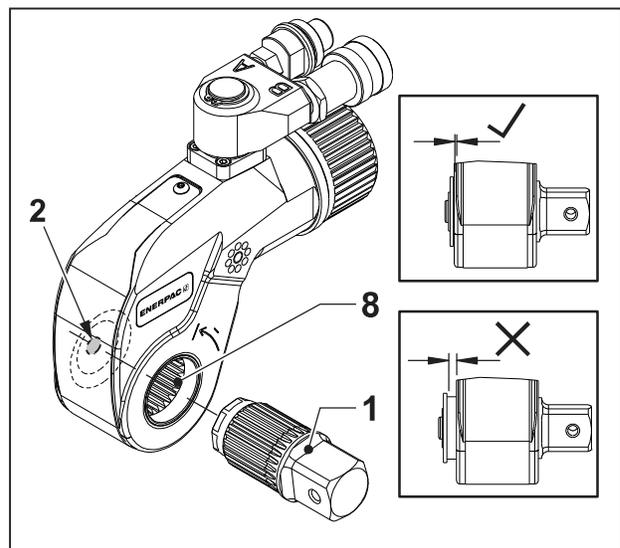

Fig. 3
3.2.1 Pose de l'arbre d'entraînement (fig. 3)
- Insérer l'arbre d'entraînement (1) dans la roue à cliquet (8).
- Maintenir le bouton de déblocage (2) enfoncé.
- Pousser l'arbre d'entraînement (1) en le faisant tourner jusqu'à ce qu'il s'encliquette, puis relâcher le bouton de déblocage (2).
3.2.2 Dépose de l'arbre d'entraînement (fig. 3)
- Tirer sur l'arbre d'entraînement (1) jusqu'à ce qu'il se dégage du mécanisme de verrouillage.
- Retirer complètement l'arbre d'entraînement (1) de la roue à cliquet (8).
3.3 Choix du sens d'entraînement (fig. 3)